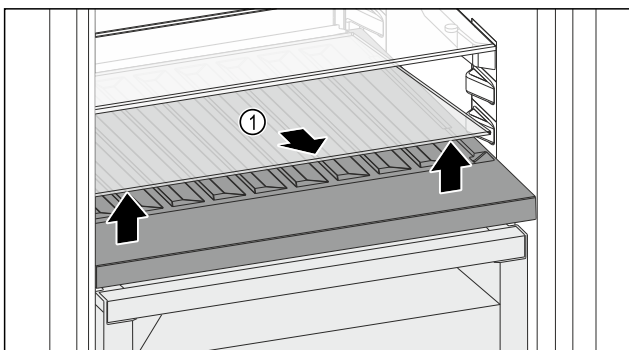

Fig. 205
- ▶ Glasplatte Fig. 205 (1) an der Aussparung vorne anheben und herausnehmen.
- ▶ Glasplatte Fig. 205 (1) außerhalb des Geräts sicher aufbewahren.
- ▶ Glasplatte (2) unter der variablen Flaschenablage einlegen.